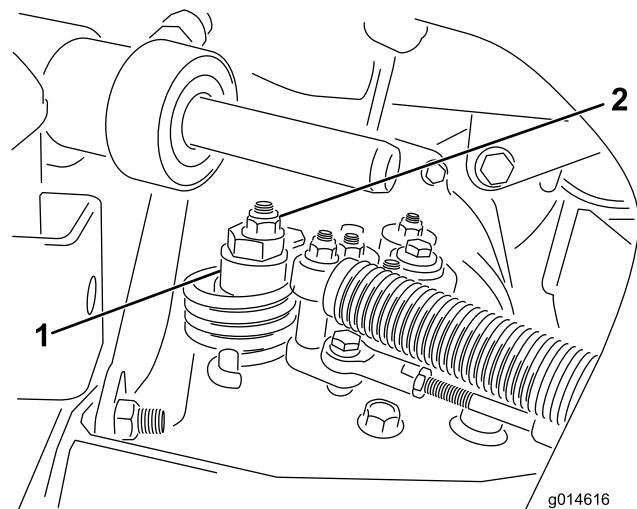

図 47
- 偏芯ナットをハイドロスタート上部に止めているナットをゆるめる（図 47）。
- どちらにも車輪が回らないように偏芯ナットを回して調整する。調整ができたら固定ナットを締める（図 47）。スロットル SLOW および FAST 位置で調整が正しいことを確認する。